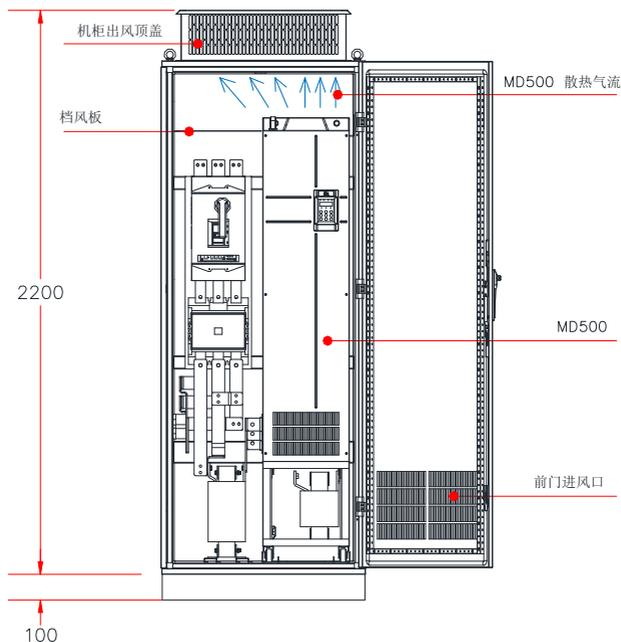
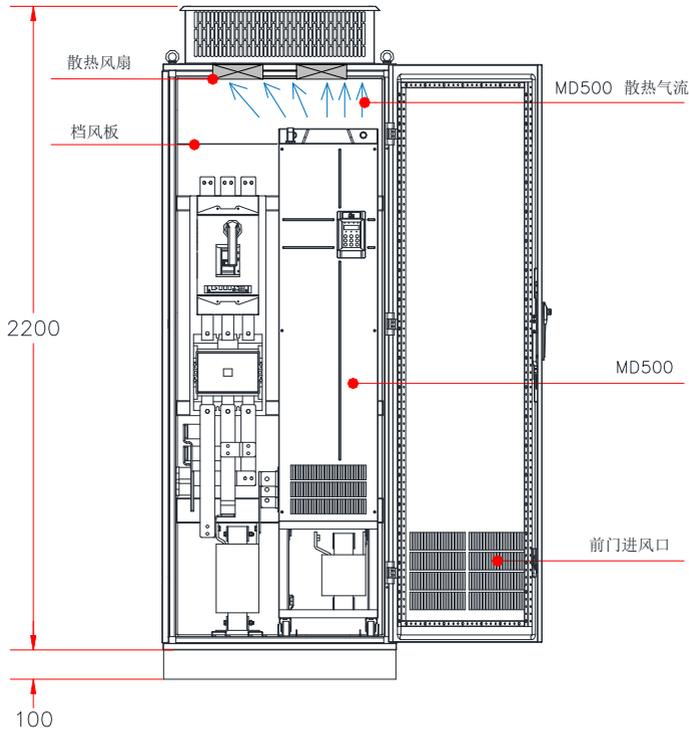

图 3-11 直排风机柜示意图
图 3-12 顶部风扇抽风机柜示意图 (机柜顶部带抽风风扇)
- 安装空间要求如图 3-3 所示，需要保证变频器有足够的散热器空间，预留空间时请考虑柜内其它器件的散热情况，如图 3-11、图 3-12；